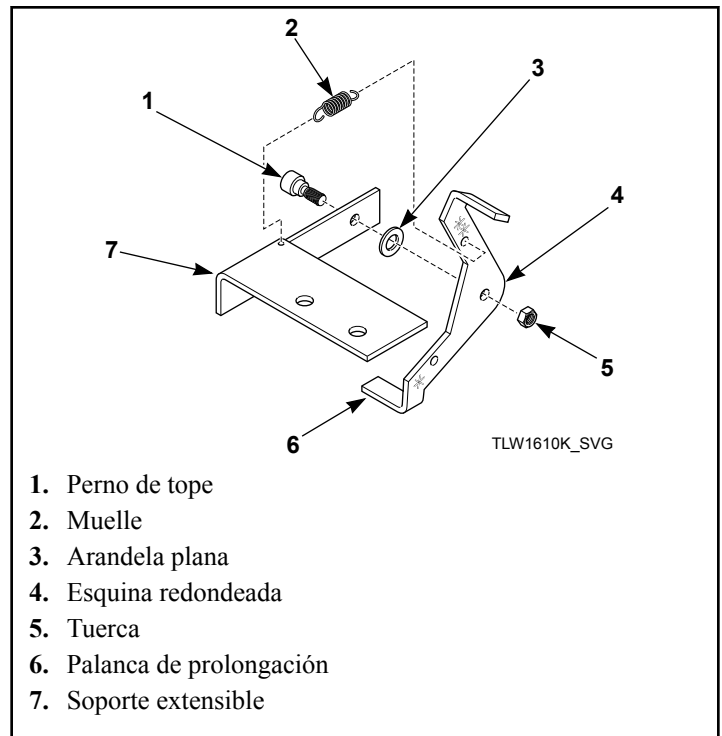

Figura 36
3. Instale la palanca de prolongación con el borde redondeado del lado opuesto del soporte extensible utilizando un perno de tope, una arandela plana y una tuerca. Consulte *Figura 36*.
4. Instale el resorte en el soporte extensible con el gancho hacia abajo. Instale el otro extremo del resorte en la palanca de prolongación con el gancho mirando hacia la izquierda (vista de frente a la unidad). Consulte *Figura 36*.